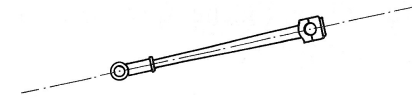

Abb.23: 3. Schritt
3. Schritt: Die Wirklinie ist die Längsachse der Schubstange (Abb.23).